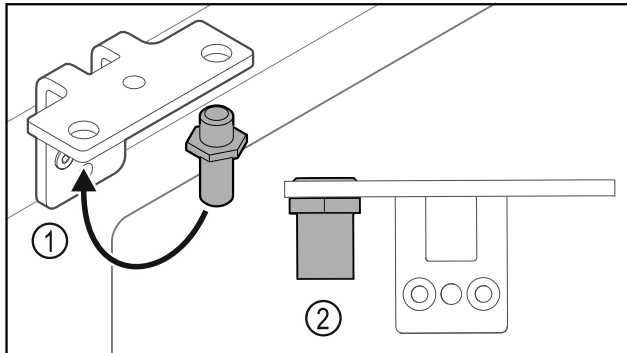

Fig. 20
- ▶ Premjestite svornjake Fig. 20 (1) u kutnim šarkama.
- ▶ Pritegnite svornjake Fig. 20 (2) **okretnim momentom od 12 Nm**.